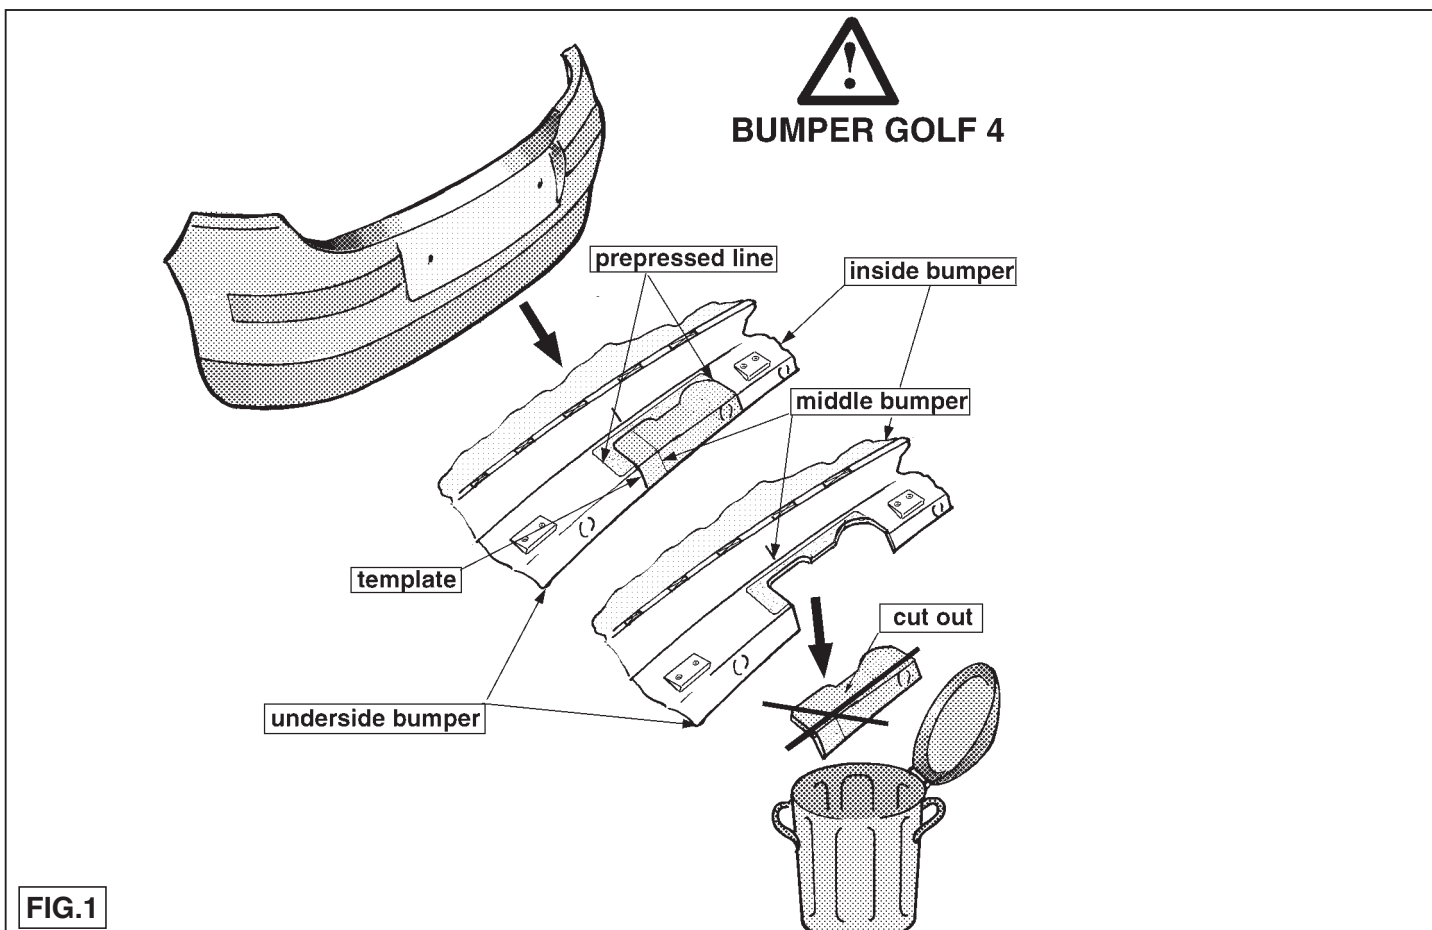

FIG.1
3. Zaag overeenkomstig fig. 1 het aangegeven deel uit het midden van de bumper. Verwijder het in fig. 2 aangegeven metalen bevestigingsprofiel. Het profiel wordt niet herplaatst. Herplaatst de bouten.
3. Saw a section out of the bumper as shown in fig.1. Remove the metal fitting profile as shown in fig.2. This profile is not refitted. Replace the bolts.
3. Remove the metal fitting profile as shown in fig.1. This profile is not refitted. Replace the bolts.
3. Scier, conformément à la fig.1, la partie indiquée au milieu du pare-chocs. Déposer le profilé de fixation métallique indiqué à la fig.2. Ce profilé ne sera pas remis en place. Remettre les boulons de fixations en place.
3. Positionner le modèle sur le pare-chocs et découper la partie indiquée. Déposer le profilé de fixation métallique indiqué à la fig.1. Ce profilé ne sera pas remis en place. Remettre les boulons de fixations en place.
3. Wypilować zgodnie z rys.1 wskazaną część w środku zderzaka. Usunąć zaznaczony na rys. 2 metalowy profil montażowy. Profil nie zostanie ponownie zamontowany. Umieścić ponownie śruby.
3. Placera fasonmallen på stötfångaren och säga ut den markerade delen. Avlägsna monteringsprofilen av metall som anges i fig. 1. Profilen förtal-
3. Säga ut delen som anges i fig. 1 ur mitten av körfångaren. Avlägsna monteringsprofilen av metall som anges i fig. 2. Profilen förtaller. Sätt tillbaka skruvar.
3. Säga ut delen som anges i fig. 1 ur mitten av körfångaren. Avlägsna monteringsprofilen av metall som anges i fig. 2. Profilen förtal- ler. Tag bort klistermärkena på fästpunkterna.
3. Segare via dal centro del paraurti la parte indicata in fig. 1. Rimuovere il profilo metallico indicato nella figura 2. Il profilo non dovrà essere rimontato. Rimontare i bulloni.
3. Segare via dal centro del paraurti la parte indicata in fig. 1. Rimuovere il profilo metallico indicato nella figura 2. Il profilo non dovrà essere rimontato.